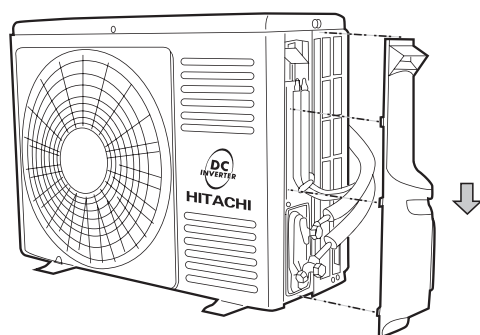
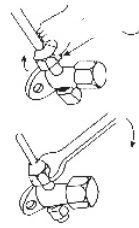

图21
图23
- (1) 将右侧板上边盖拆开。（如图21）
- (2) 将截止阀树脂封帽拆开。
- (3) 在截止阀与管的喇叭口处涂少许润滑油，然后按图23所示拧紧纳嘴。
- (4) 按图23所示用扳手牢固地将纳嘴扳紧，扭矩力按表（5）规定执行。